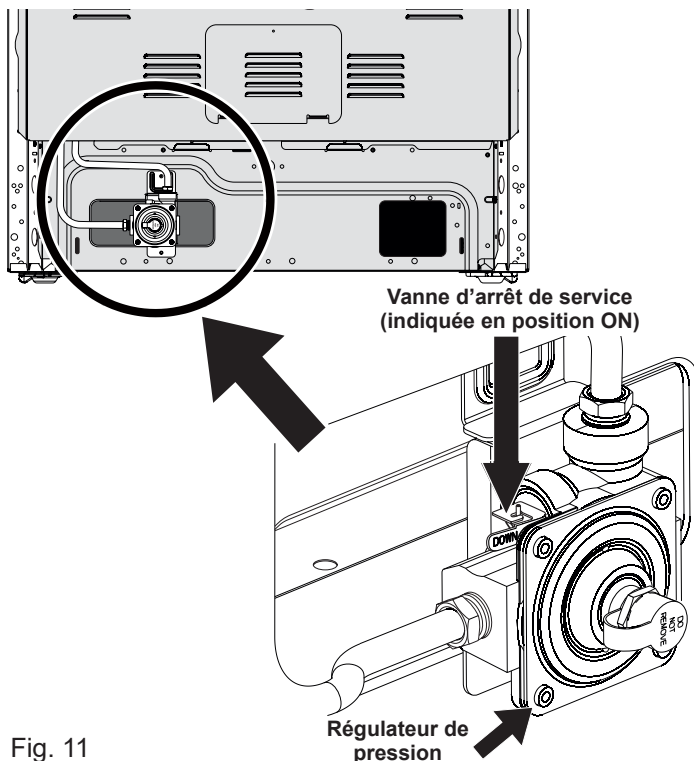

Fig. 11
- f. Assurez-vous que la vanne d'arrêt de service du régulateur de pression est réglée sur ON (voir fig. 11).